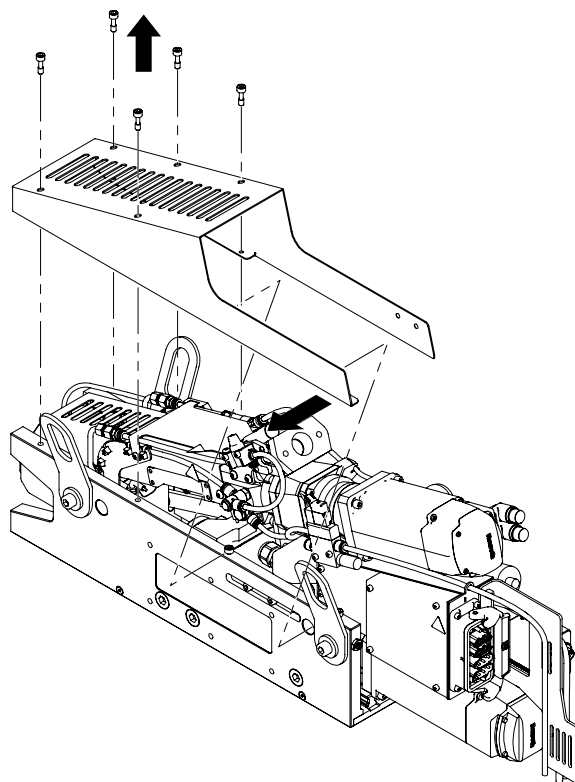

Figure 8-16 Retrait du couvercle supérieur
2. Retirez le couvercle supérieur de l'E-Multi Mini. Voir Figure 8-16 Retrait du couvercle supérieur.